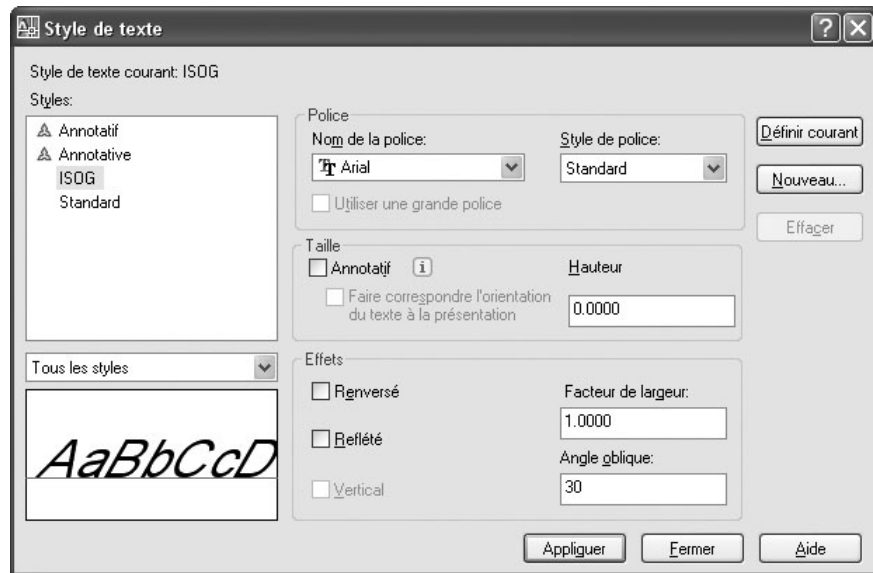

Fig.14.5
- 5 Dans la zone des **Effets**, conserver les valeurs par défaut, sauf pour le champ « Oblique », où il convient d'indiquer la valeur 30 (fig.14.5).